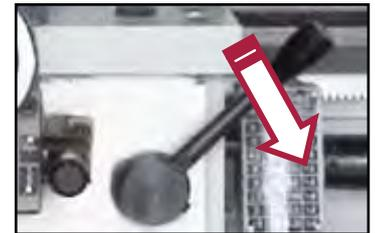

Figura 24 - Movimento in automatico.
4. Abbassare la leva n° L (Figura 24) per azionare il movimento automatico del carrello (e dell'utensile) verso sinistra.